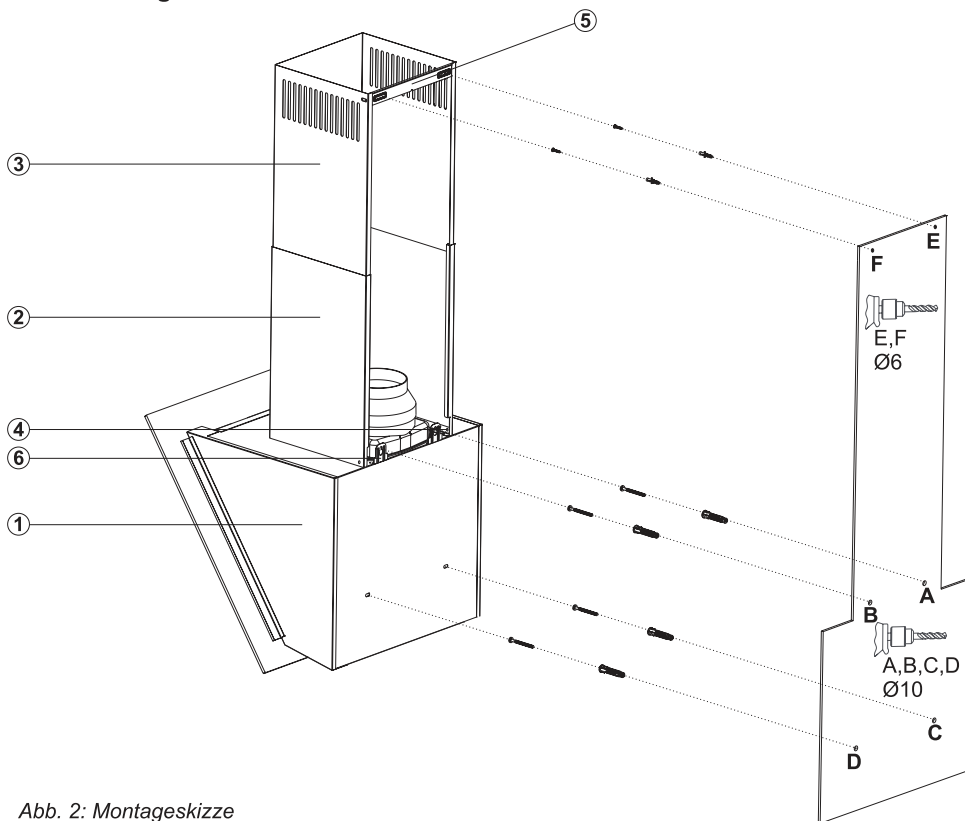

Abb. 2: Montageskizze
Der Elektroanschluss erfolgt an eine Steckdose, die meistens hinter dem Grund- oder Teleskopschacht (\Leftrightarrow Abb. 2) positioniert wird.
- Löcher der Befestigungspunkte A, B, C und D bohren, Dübel einsetzen und die Schrauben an den Punkten A+B zu $\frac{3}{4}$ eindrehen (\Leftrightarrow Abb. 2). Die Montagelaschen oben hinten am Haubenkörper herausziehen und festschrauben.
Grund- und Teleskopschacht (⇔ Abb. 2 S.14) werden nun montiert.